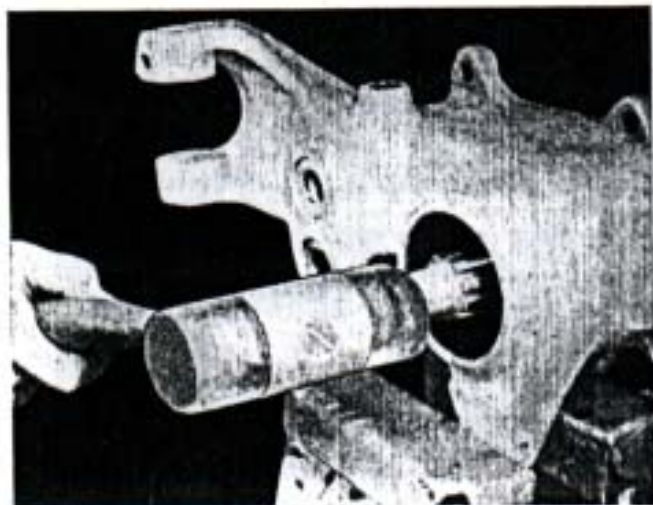

Fig. 155. — Extrayendo el eje de salida delantero.
- a) Con una maza de plástico o de bronce golpear en el eje de salida delantero, desde su parte anterior hacia atrás, extrayéndolo (Fig. 155).